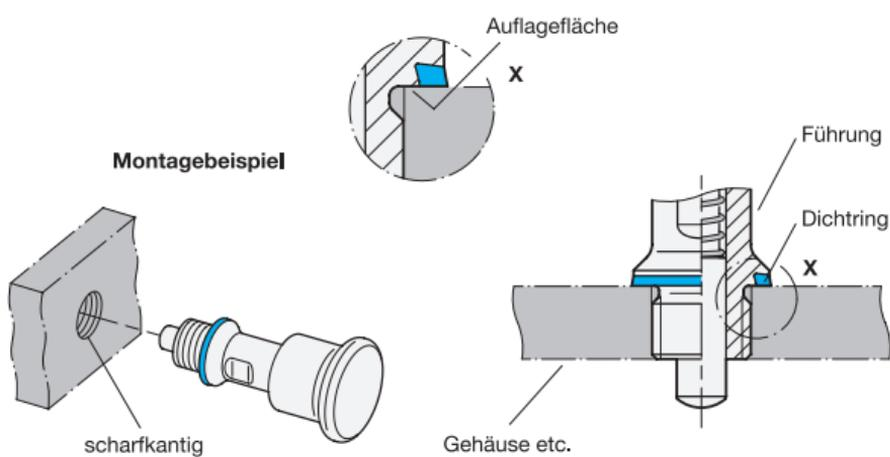

Abb. 2
- Die Aufnahmebohrung muss derart ausgeführt sein, dass der Metallabsatz innerhalb des Dichtrings möglichst vollständig auf dem Untergrund aufliegt und ein Spannen auf Block (metallischer Anschlag) ermöglicht (Toleranz von  $+0,05/+0,2$ ). Der Dichtring muss gänzlich auf dem Untergrund aufliegen (Abb. 2).